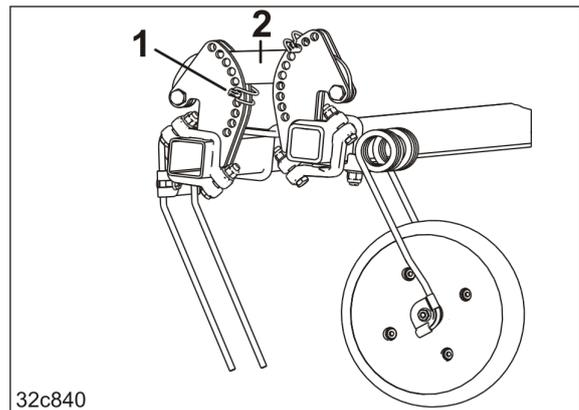

Fig. 187
3. Den Anstellwinkel der Zinken zum Boden ändern durch Abstecken des Rohrklappsteckers (Fig. 187/1)
- o unterhalb des Lenkers (Fig. 187/2)
Der Anstellwinkel wird flacher, je tiefer der Rohrklappstecker (Fig. 187/1) im Verstellsegment abgesteckt wird.